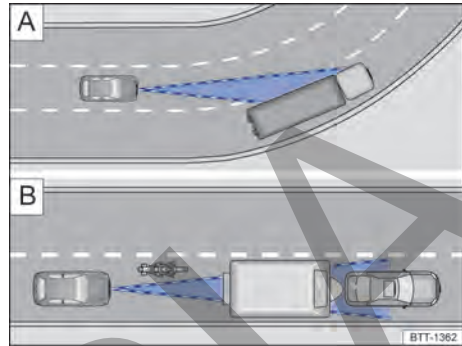

Fig. 117 A) Tramo en curva. B) Vehículos fuera del radio de acción del sensor de radar.
El sensor de radar mide siempre en línea recta. Por ello, en las curvas pronunciadas puede que detecte vehículos erróneamente o que no detecte vehículos que circulen por delante → **fig. 117 [A]**.
- En caso de vehículos que circulen fuera de la zona del sensor a poca distancia de su vehículo, p. ej., motocicletas → **fig. 117 [B]**.